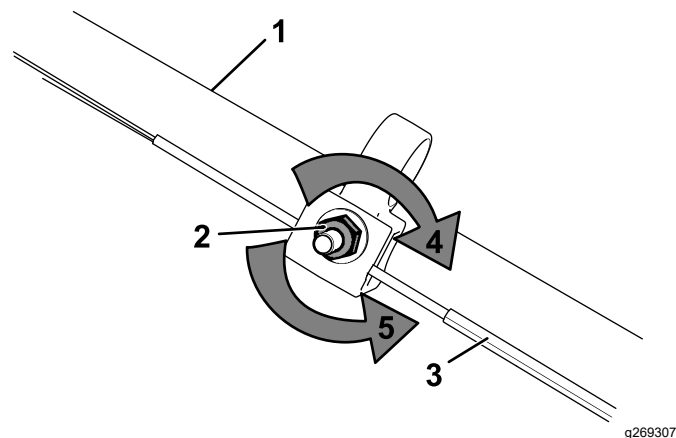

Рисунок 35
2. Отрегулируйте натяжение троса (Рисунок 35), потянув его назад или вперед, затем удерживайте в этом положении.
1. Поверните регулировочную гайку против часовой стрелки, чтобы ослабить натяжение троса (Рисунок 35).